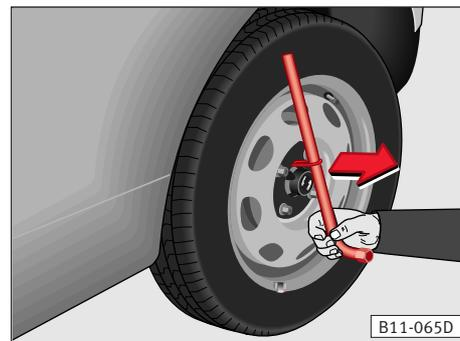

Fig. 139
- Togliere la **copertura centrale**¹⁾ con la chiave ruote e la staffa in filo metallico*. Agganciare la staffa nella coppia di fori accanto all'emblema SEAT sulla copertura. Infilare la chiave nella staffa e staccare la copertura ⇒ **fig. 139**. ■